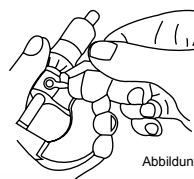

Abbildung 1
- Beträgt der Ausrichtungsfehler $\pm 0,01$ mm oder weniger (Abbildung 1 und 2), führen Sie den mitgelieferten Schlüssel in die Bohrung in der Skalenhülse auf der gegenüberliegenden Seite der Referenzlinie ein und drehen Sie die Skalenhülse, um die Referenzlinie mit der Nulllinie der Skalentrommel auszurichten.